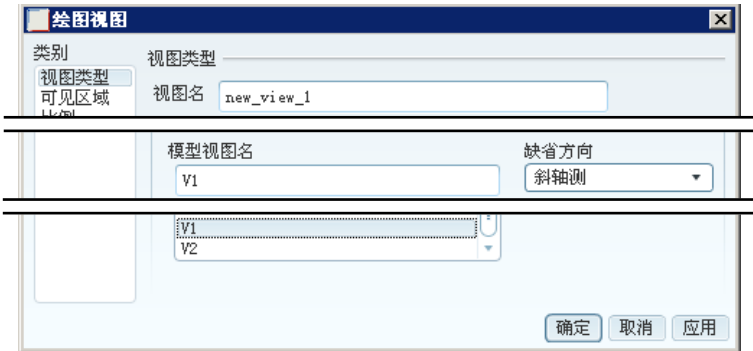

图 8.2.3 “绘图视图”对话框
Step2. 在系统  **选取绘制视图的中心点。** 的提示下, 在屏幕图形区选取一点。系统弹出图 8.2.3 所示的“绘图视图”对话框。
Step3. 选取 **类别** 区域中的 **视图类型** 选项, 在图 8.2.3 所示的对话框中, 找到视图名称 V1, 然后单击 **应用** 按钮, 则系统即按 V1 的方位定向视图。